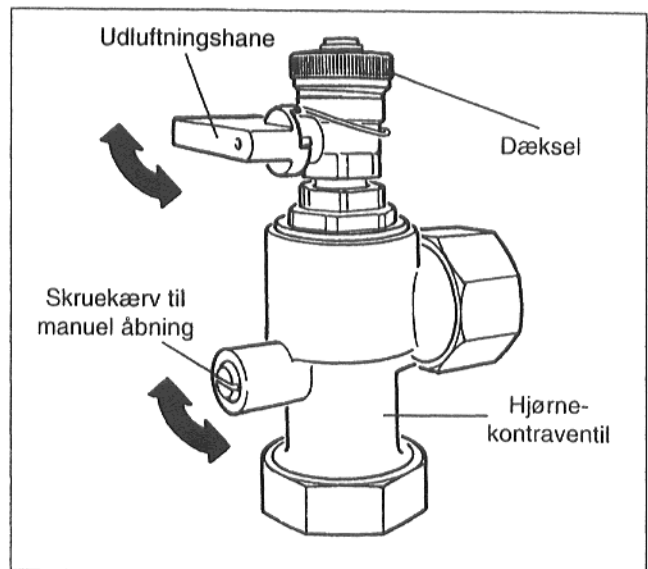

Fig. 10
- Skruekærven på justeringsskruen for kontraventilen stilles lodret (åbnet manuelt) (Fig. 10).
- Dækslet på udluftningsventilen fjernes og spændearmen på udluftningsventilen stilles lodret (åben) (Fig. 10).